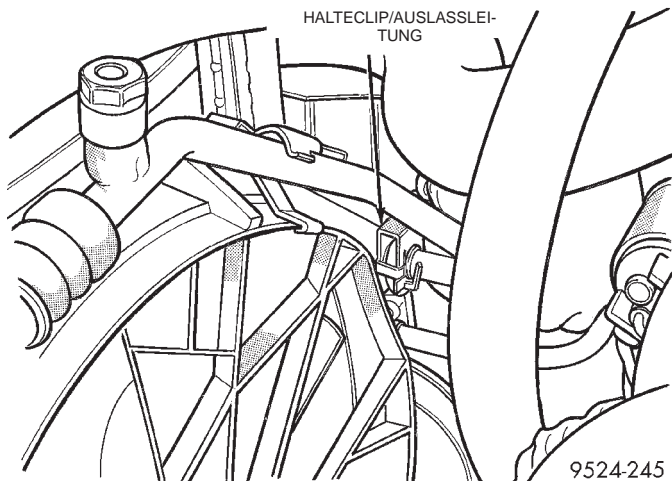
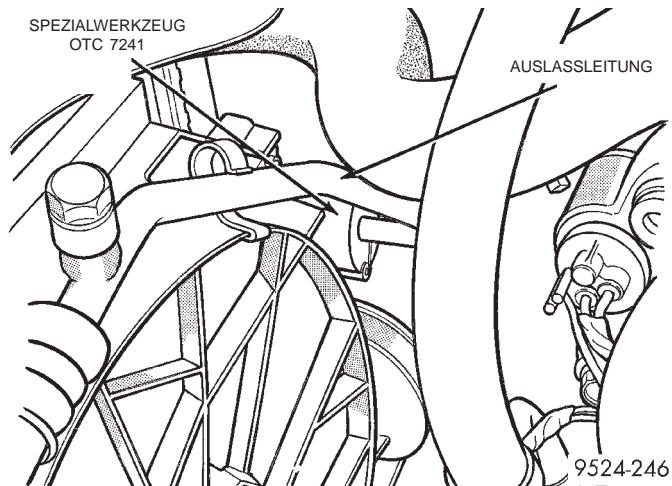

Abb. 32 Halteclip der Schnelltrennkupplung
Abb. 33 Spezialwerkzeug für Leitung am Kondensator
(2) Kabelbaum des Druckmeßwandlers der Klimaanlage abklemmen.
(3) Halteclip entfernen und die Schnelltrennkupplung am Kondensator mit Spezialwerkzeugsatz 7193 lösen (Abb. 32) und (Abb. 33).